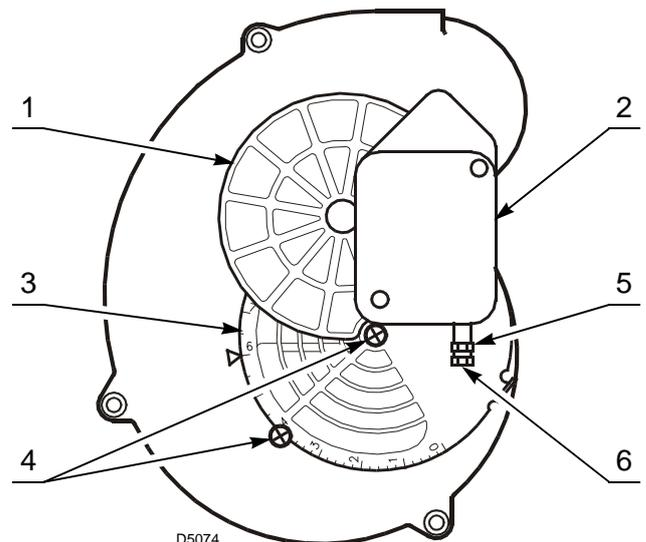

Abb. 14
- Die durch den Motor 2) betriebene, bewegliche Luftklappe 1)(Abb. 14), gewährleistet das vollständige Öffnen der Ansaugöffnung.
Die Klappe wird werkseitig auf Pos. 6 eingestellt ausgeliefert, wie in Abb. 14 angegeben.